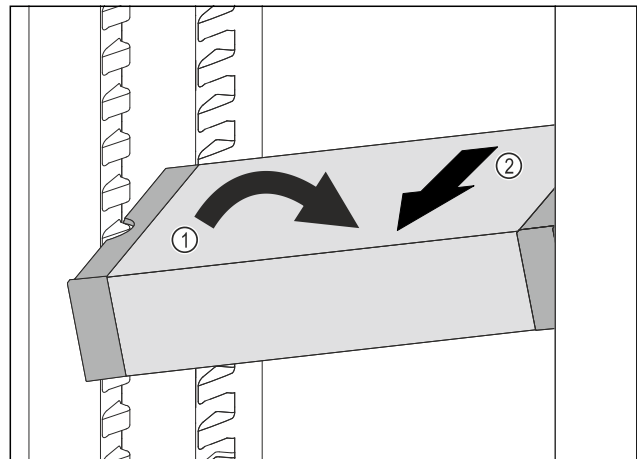

Fig. 81
- ▶ Встановити VarioSafe під кутом в охолоджувальному відділенні. Fig. 81 (1)
- ▶ Витягнути VarioSafe вперед. Fig. 81 (2)